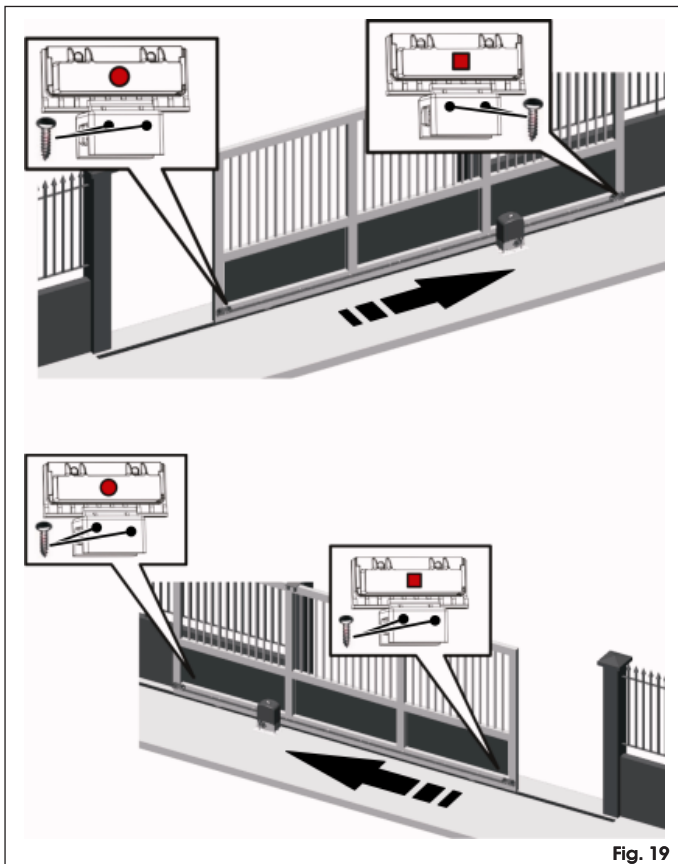

Fig. 19
⚠ Pour un fonctionnement correct de l'opérateur, l'aimant représentant le cercle ouvert doit être positionné à droite du moteur, vice versa l'aimant muni du carré doit être positionné à gauche du moteur (VOIR FIGURE 19).
1. Assembler les deux aimants d'après la figure 19.